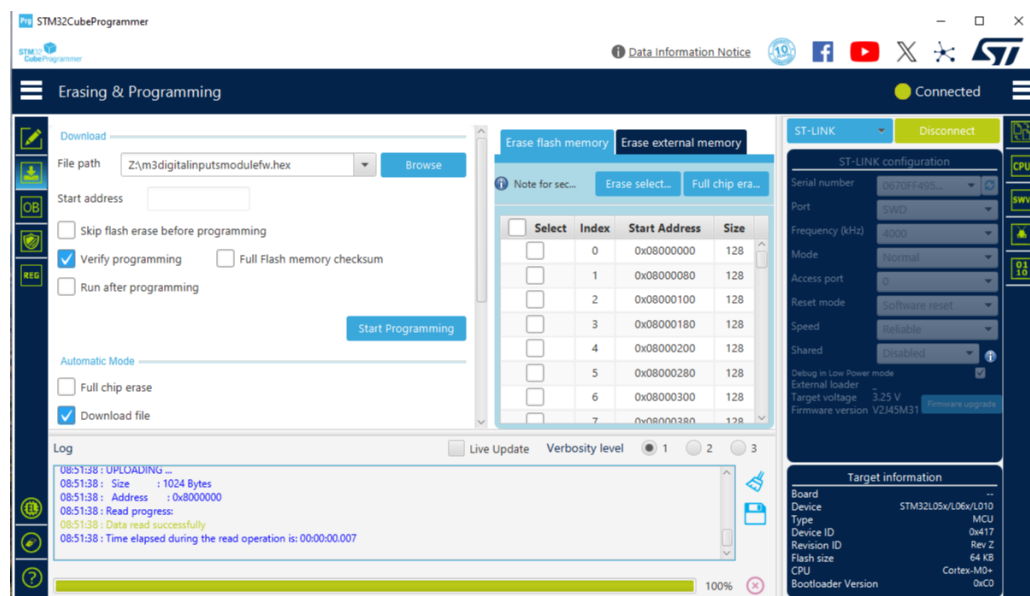

Рисунок 9
Далее следует нажать на пиктограмму . Внешний вид ПО в режиме выбора файла ВПО и программирования представлен ниже (Рисунок 9).
- нажать кнопку «Disconnect» (Рисунок 9);